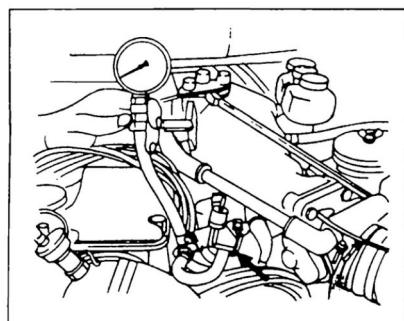

Рис. 146. Проверка форсунки холодного пуска.
- ◆ Включить зажигание и пережать топливный шланг на форсунке холодного пуска (см. рис. 146). Сохранение давления топлива является признаком негерметичности форсунки, и она подлежит замене.